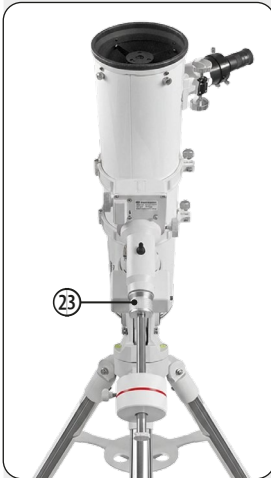

Fig. 25 : Position de base équatoriale (vue de face)
2. Si cela n'a pas encore été fait, orientez l'ensemble du télescope de manière à ce que le pied du trépied situé sous la tige de contrepoids pointe (approximativement) vers le nord. Ouvrez ensuite le blocage DEC (23) afin que le tube optique puisse pivoter. Tournez alors le tube jusqu'à ce qu'il pointe vers le nord. Refermez les blocages. (Fig. 25)
3. Si cela n'a pas encore été fait, déterminez la latitude de votre lieu d'observation. Utilisez les vis de réglage de la latitude (16) pour régler la monture du télescope de sorte que l'indicateur pointe exactement sur la latitude correcte de votre lieu d'observation sur l'échelle de latitude (16 a).